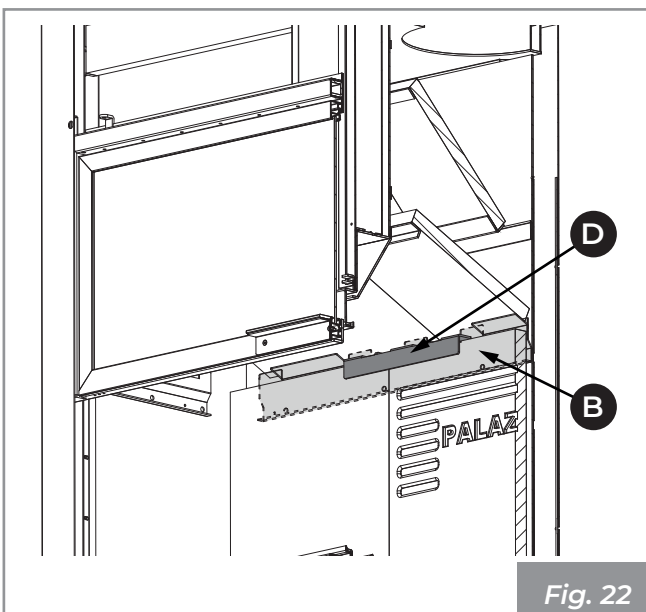

Fig. 22
- 2) Bloquer les réfractaires avec la plaque (D) encastrable dans le support (B) (Fig. 22).